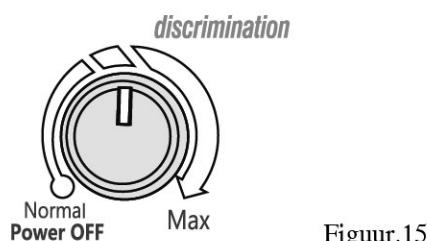

Figuur.14
- Breng de andere metaalmonsters geleidelijk aan dichter in de buurt van de zoekspool en de schaalwijzer zal naar links afwijken terwijl het volume verlaagt. (Figuur.14)